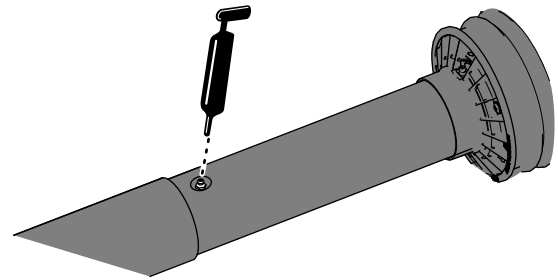

図 10
3. 内側の駆動シャフトガードのところで、グリスフィッティングにアクセスできるように駆動シャフトをすこし伸ばす 図 10。
4. 図 10のように、伸縮式の駆動シャフトにあるヶ所のグリスフィッティングに所定のグリスを注入する。